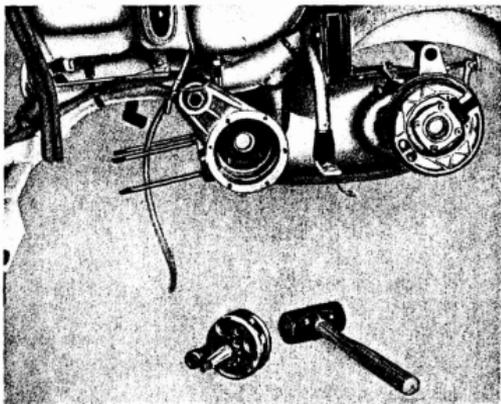

Fig. 20
- 34** Desmontar el árbol motor, golpearlo con un punzón de cobre o aluminio por el lado del cambio para sacarlo del cojinete. Véase fig. 20.